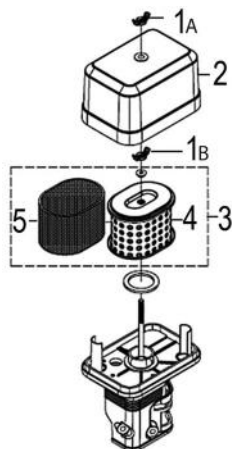

Рис. 15 Обслуживание воздушного фильтра
- Открутите барашковую гайку 1А и снимите крышку 2 воздушного фильтра (Рис. 15).
- Открутите барашковую гайку 1В и извлеките воздушный фильтр 3 в сборе (Рис. 15).
- Проверьте целостность и чистоту фильтрующих элементов. Поролоновый (предварительный) фильтрующий элемент 5 установлен на корпусе бумажного (основного) фильтрующего элемента 4 (Рис. 15).